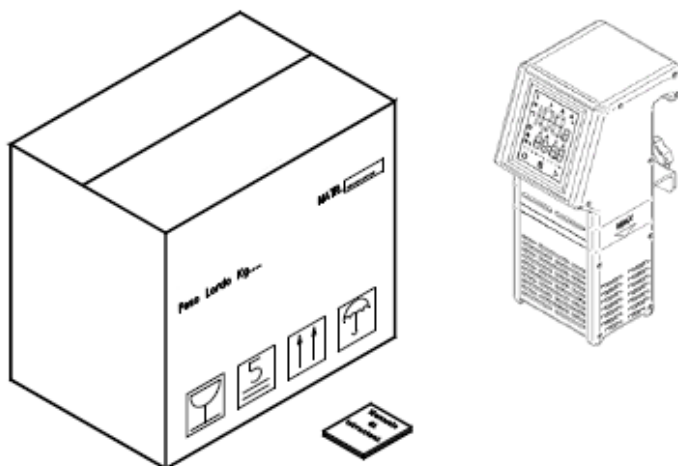

Рис.4
3.1 - Отгрузка аппарата (см. Рис.4)